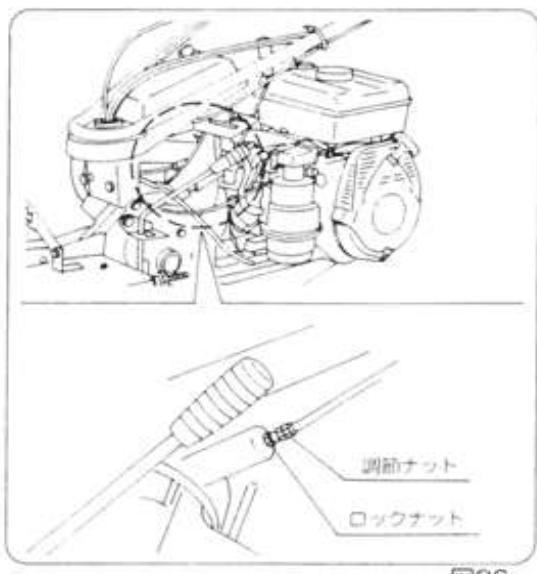

図26
- ① ロックナットをゆるめます。（図26）
- ② 調節ナットを回してハンドルが左右移動できるように調整して、ロックナットを締めつけます。（図26）